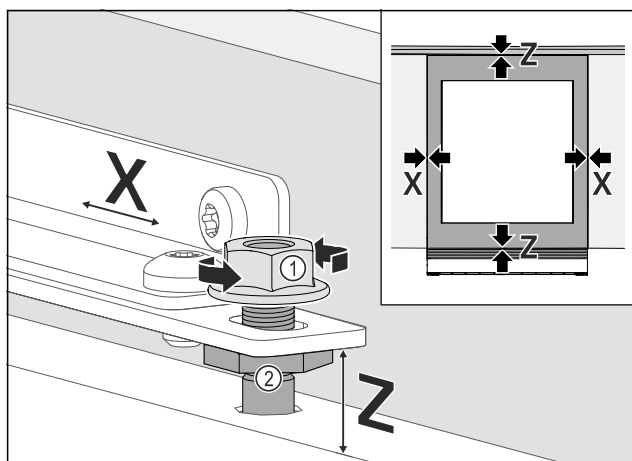

Fig. 57
- Nábytková dvířka vyrovnejte stranově: Uvolněte pojistné matice Fig. 57 (1), nábytková dvířka posuňte ve směru X.
- Pojistné matice Fig. 57 (1) dotáhněte.
- Nábytková dvířka vyrovnejte ve výšce Z a ve stranovém sklonu: Ustavovací čepy Fig. 57 (2) nastavte.